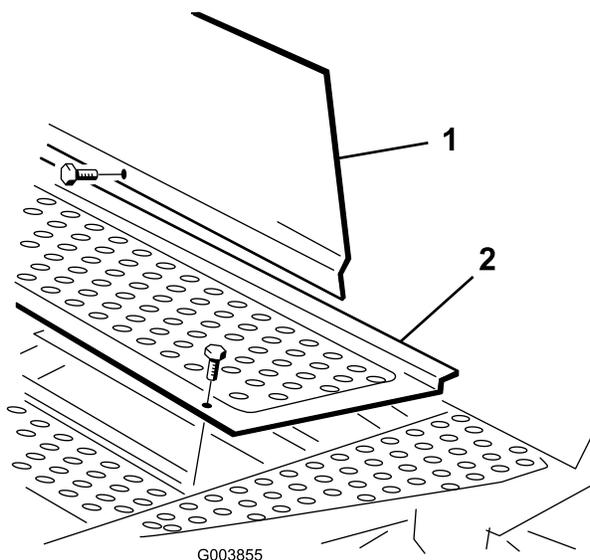

Figura 5
1. Rimuovete i fermi che fissano l'angolo anteriore sinistro del pianale e il lato sinistro del pannello di accesso al telaio (Figura 5).
2. Montate il fermo del pianale utilizzando il bullone a testa flangiata (5/16 x 5/8 pollice) fornito con le parti sciolte (Figura 5).
3. Montate il fermo del pannello di accesso utilizzando il bullone a testa flangiata (5/16 x 3/4 pollice) fornito con le parti sciolte (Figura 5).